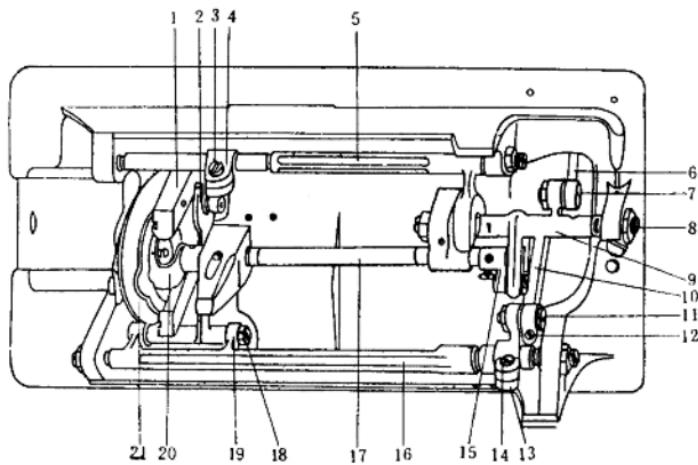

图 5 机头底部零件名称
5. 机头底部零件：卸下皮带，向外推倒机头，就能看到机头底盘下面的各种零件（图 5），其名称如下：